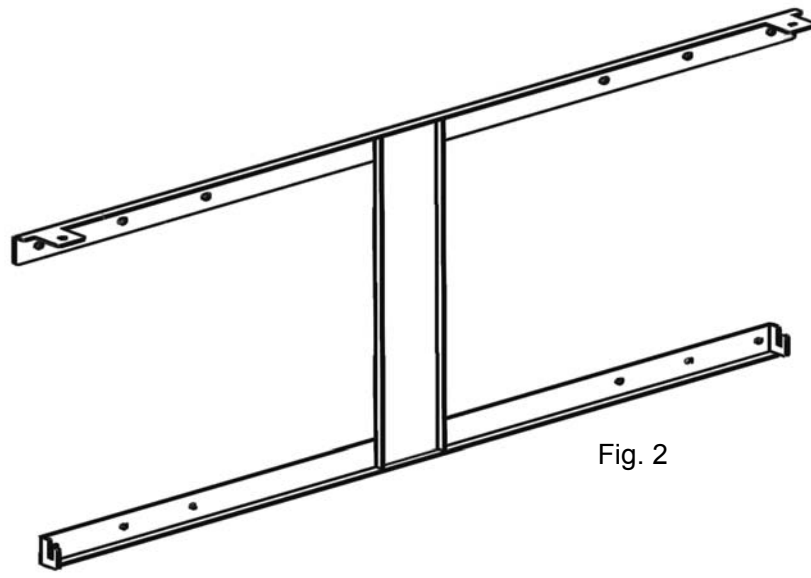

Fig. 2
- Choisissez un mur solide et plane, puis mettre l'équerre de mur dans la position d'installation. Marquez les 4 trous avec un stylo a travers les trous a l'équerre. (Fig. 2) – Verifiez que l'équerre est droite avec un niveau a bulle ou similaire.